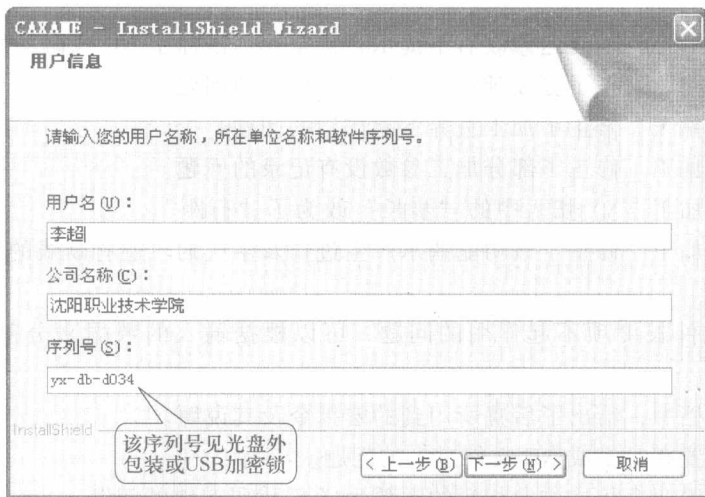

图 1-1 填写必要信息
(1) 软件安装 把装有“CAXA 制造工程师 2006”软件的正版光盘放入光盘驱动器中，然后系统会自动执行安装程序。如果未出现自动安装画面，可找到光盘目录下的 setup.exe 文件→双击→单击【下一步(N)】按钮→选择“我接受许可证协议中的条款”项→单击【下一步(N)】按钮→在图 1-1 所示的对话框中分别填入相应信息(注：每套软件“序列号”不同，可查看光盘外包装)→单击【下一步(N)】按钮→单击【下一步(N)】按钮→单击【下一步(N)】按钮→单击【安装】按钮→单击【完成】按钮(计算机将重新启动)。